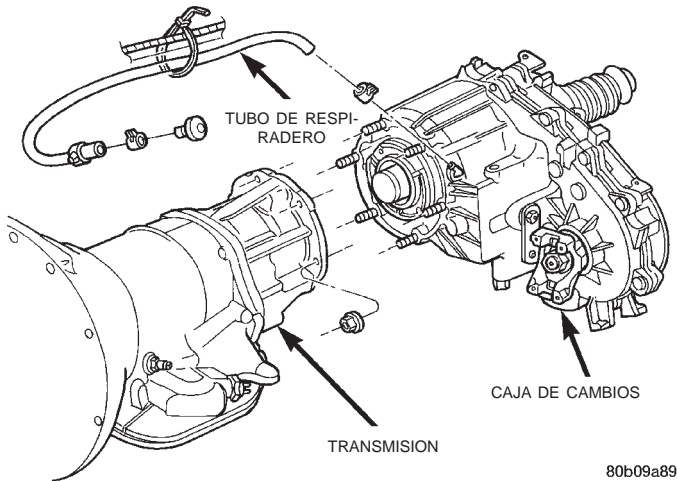

Fig. 2 Montaje de la caja de cambios
(1) Coloque la caja de cambios en la posición NEUTRAL.
(2) Eleve el vehículo.
(3) Drene el lubricante de la caja de cambios.
(4) Marque los estribos de los ejes propulsores delantero y trasero como referencia para la alineación.
(5) Apoye la transmisión en un gato fijo.
(6) Retire el travesaño de falso bastidor trasero o la placa de deslizamiento.
(7) Desconecte los ejes propulsores delantero/trasero en la caja de cambios.
(8) Desconecte los cables del sensor de velocidad del vehículo.
(9) Desconecte de la palanca de posiciones la varilla de la articulación de la caja de cambios.
(10) Desconecte la manguera del respiradero de la caja de cambios (Fig. 2) y el mazo del conmutador del indicador, si fuese necesario.
(11) Sostenga la caja de cambios con un gato para transmisiones.
(12) Asegure la caja de cambios en el gato con cadenas.
(13) Retire las tuercas que fijan la caja de cambios a la transmisión.
(14) Tire de la caja de cambios y el gato hacia atrás para desacoplar la caja de cambios.
(15) Retire la caja de cambios por debajo del vehículo.
(1) Coloque la caja de cambios sobre un gato para transmisiones.
(2) Fije la caja de cambios al gato mediante cadenas.
(3) Coloque la caja de cambios debajo del vehículo.
(4) Alinee los ejes de la caja de cambios y la transmisión e instale la caja de cambios en la transmisión.
(5) Instale y apriete las tuercas de fijación de la caja de cambios con una torsión de 35 N·m (26 lbs. pie) (Fig. 2).
(6) Conecte los cables del sensor de velocidad del vehículo y la manguera de respiradero.
(7) Si fuese necesario, conecte el mazo del conmutador del indicador al conmutador de la caja de cam-